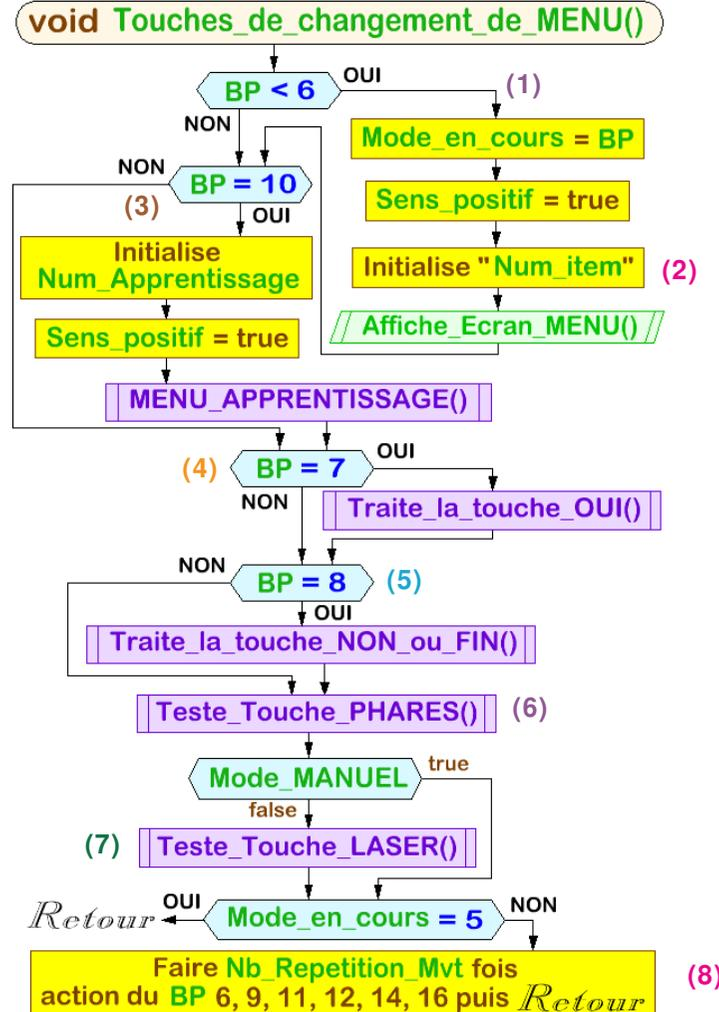

Fig.2
Montré sur la Fig.2 les touches dédiées à l'activation des divers menus ont une action permanente et ne sont pas fonction du menu ouvert. En (1) on teste toutes les touches de MENU sauf S10. L'action en (2) a pour effet d'ouvrir la page désirée dans la liste des